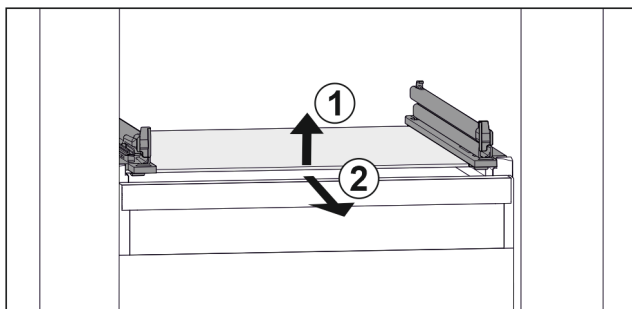

Fig. 118 Primjerni prikaz staklene ploče
- ▶ Staklenu ploču podignite sprijeda. Fig. 118 (1)
- ▶ Izvadite staklenu ploču prema naprijed. Fig. 118 (2)